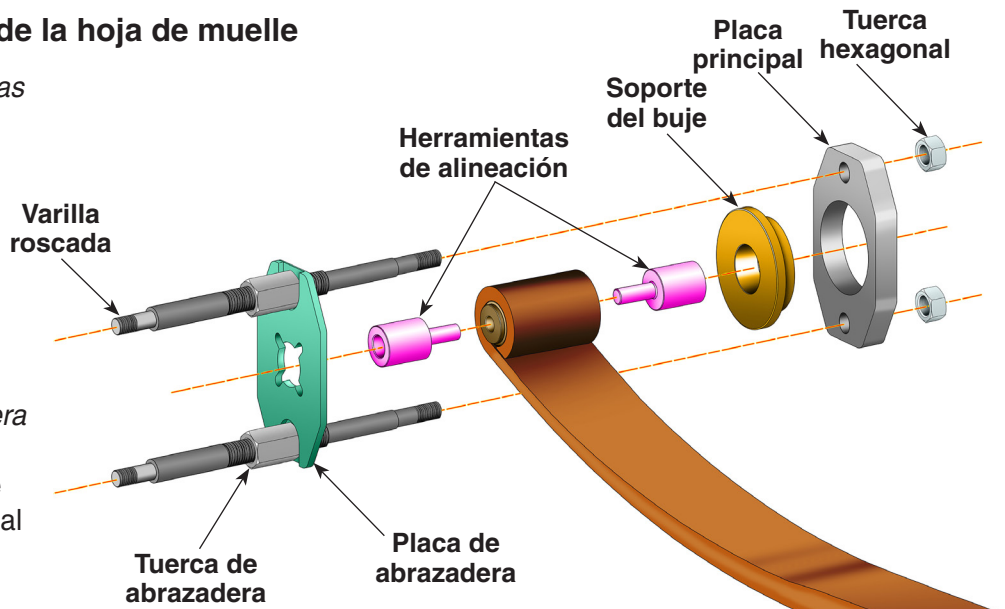

Figura 1
1. Introduzca las dos *herramientas de alineación* en el buje como muestra la figura 1.